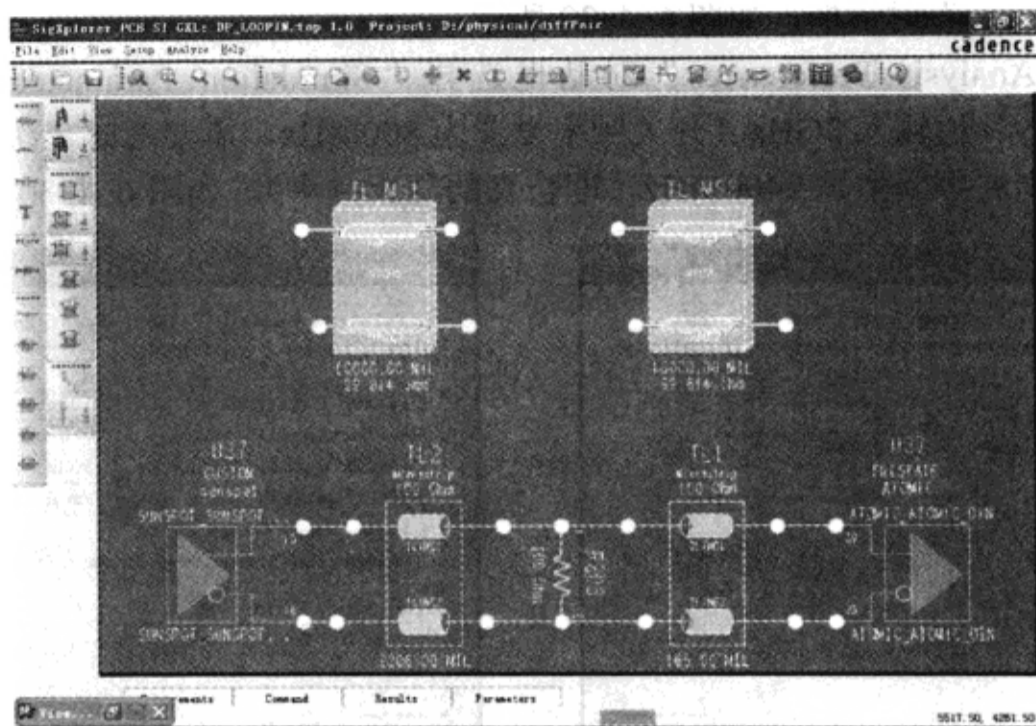

图 6-4-27 添加模型 MS2
(7) 从“SigXplorer PCB SI GXL”窗口单击 TL\_MS1 模型→执行菜单命令“Edit”→“Copy”，在新的位置单击添加模型 TL\_MS2，如图 6-4-27 所示。
(8) 改变 Trace 模型 TL\_MS2 的长度为 200 mil，不改变其他参数。